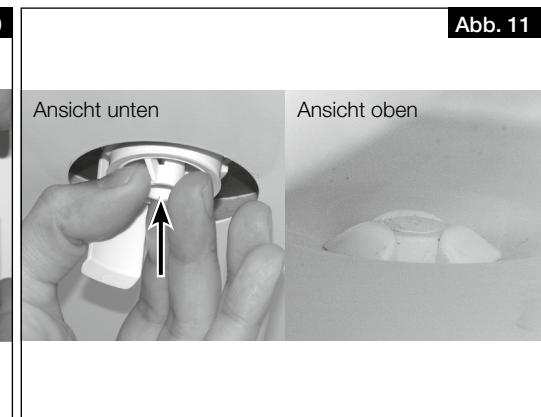

Abb. 11
2. Befestigungsstück von unten in die Öffnung der Bodenwanne stecken, bis die Krallen an der Blechkante der Bodenplatte einrasten (s. Abb. 11).